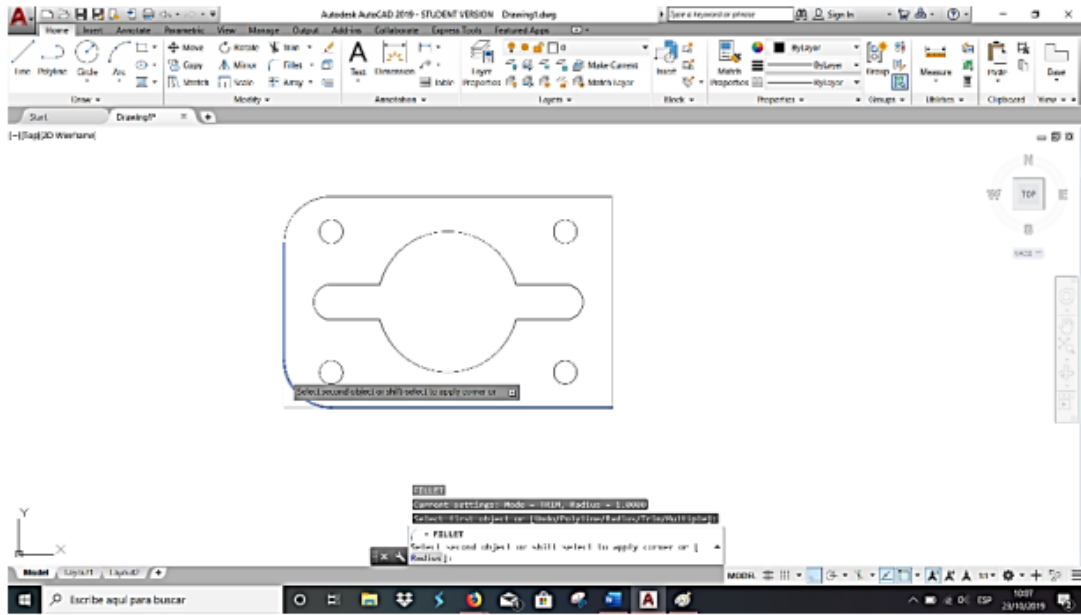

Figura 5.8. Fillet en procedimiento.
- Regrese a la barra de comando y selecciones Múltiple y seleccione cada línea en la esquina de la figura y repita para cada una de ellas como se muestra en la figura 5.8.